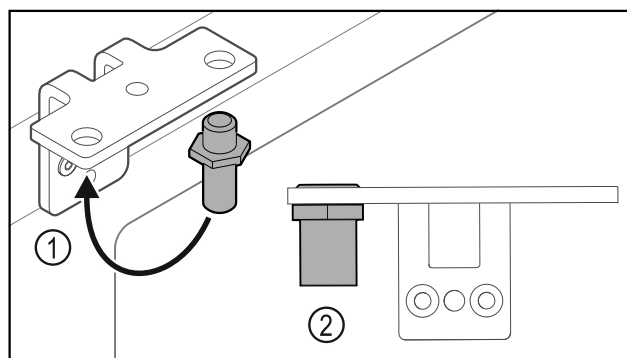

Fig. 37
- ▶ Mettre l'axe Fig. 37 (1) dans l'autre trou de l'équerre de charnière.
- ▶ Serrer l'axe Fig. 37 (2) au **couple de 12 Nm**.